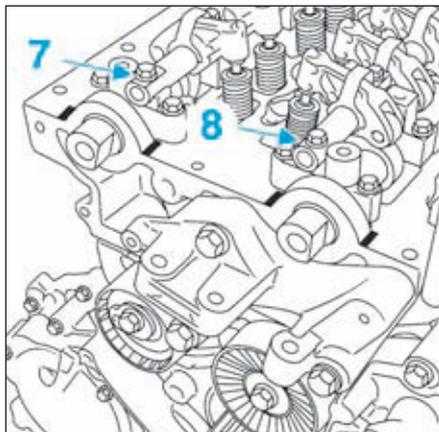
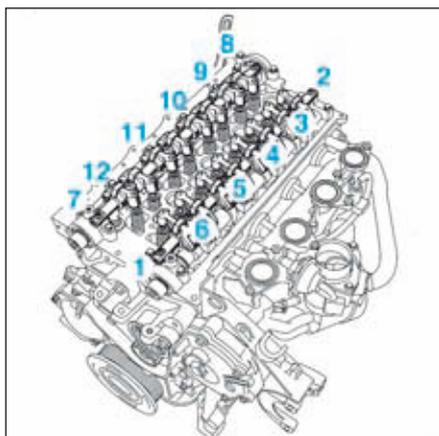

FIG.22
FIG.23
- Reposer les rampes de culbuteurs en respectant la position des méplats (7) et (8) (Fig.22), puis les serrer en respectant l'ordre suivant et le couple de serrage prescrit (Fig.23).